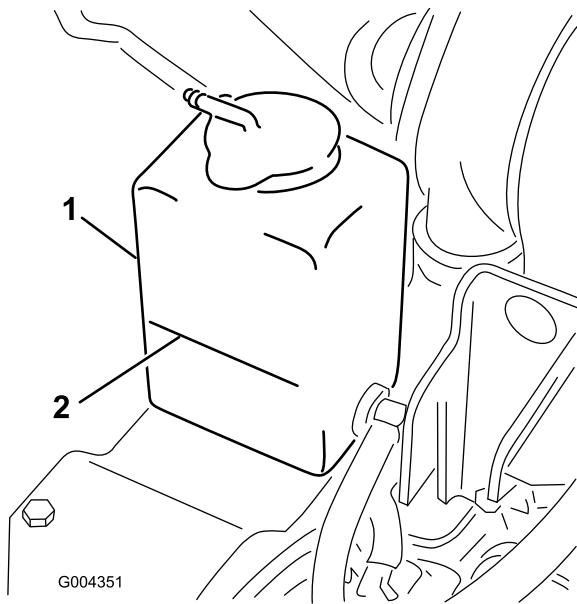

Figure 19
- Vérifiez le niveau du liquide de refroidissement dans le vase d'expansion (Figure 19).